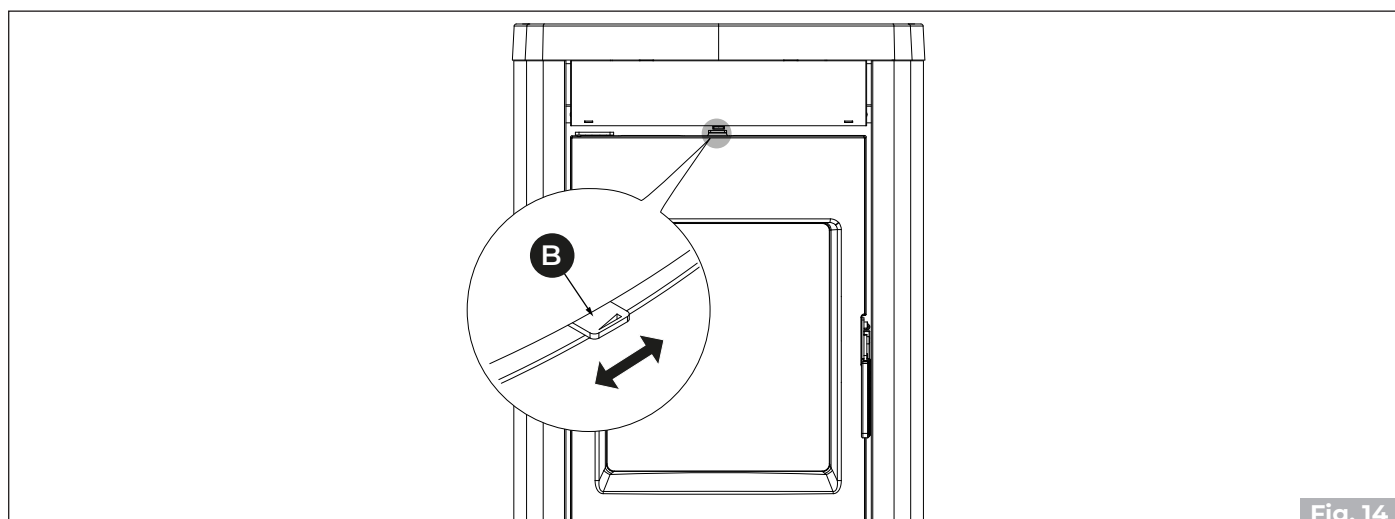

Fig. 14
Während des Betriebs des Kamins kann die Reinigung der Keramikgläser über den Regelhebel (B) gefördert werden (Fig. 14), ohne dass die Tür geöffnet werden muss.